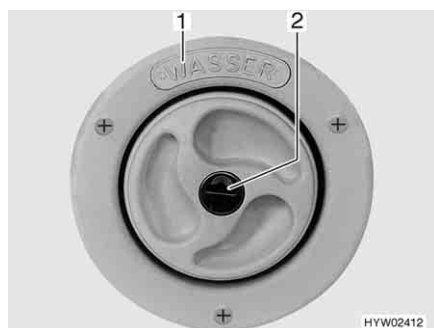
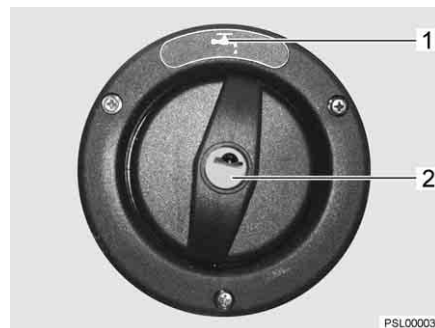

Fig. 34 Coperchio per bocchettone di riempimento dell'acqua potabile
Fig. 35 Coperchio per bocchettone di riempimento dell'acqua potabile (alternativa)
- ▷ Il bocchettone di riempimento dell'acqua potabile è contraddistinto dalla scritta "WASSER" (acqua) (Fig. 34,1) o con il simbolo  (Fig. 35,1).
- Inserire la chiave nel cilindro della serratura (Fig. 34,2 o Fig. 35,2) e ruotare in senso antiorario.